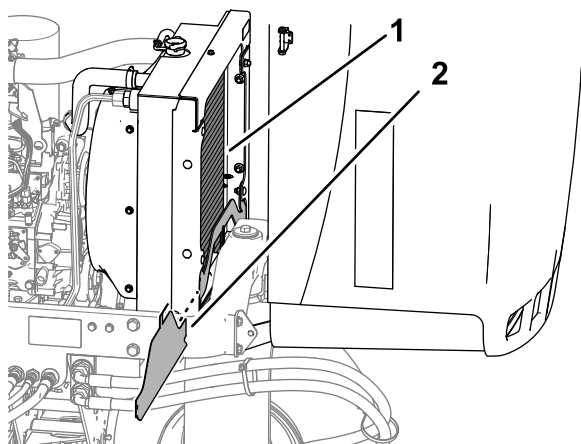

Figura 74
4. Îndepărtați grila de protecție inferioară a radiatorului (Figura 74).
5. Curăați bine ambele părți ale zonei radiatorului cu apă sau aer comprimat (**Figura 74**).